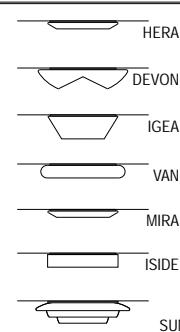

FIG.1
- FIG.1 Svitare a fondo le viti "B" della montatura "A" fino a portare le due staffe "C" a fine corsa.
- FIG.1 - 3 Eseguire i collegamenti elettrici alla morsettiera "D", rispettando le polarità, ed avendo cura di assicurare i cavi di rete all'interno del bloccacavo "E".